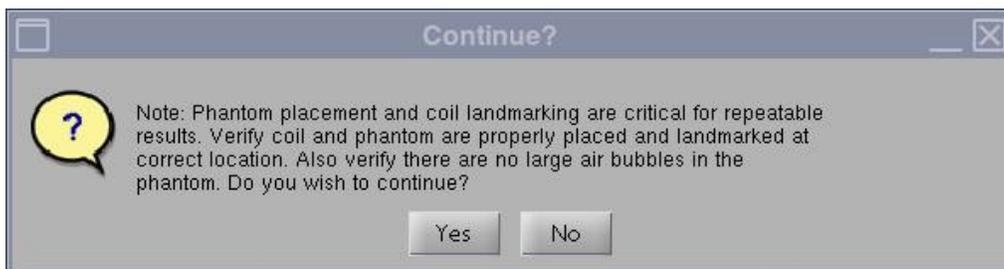

Рисунок 4
3. Після запуску з'явиться повідомлення "Phantom placement and coil landmarking are critical for repeatable results" (Розташування фантома та орієнтація котушки є критично важливими для отримання достовірних результатів). Якщо орієнтування було виконано належним чином і у фантомі відсутні повітряні бульбашки, натисніть [Yes] (Так) для продовження. (Рисунок 4).